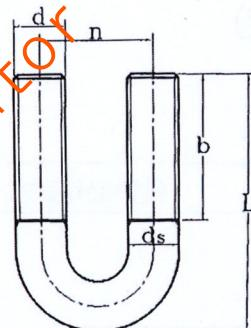

图2 U型螺栓示意图
| 3  | 螺钉 | 4. ①U型螺栓的磨损量不超过直径的 8%（如图 2, $d_S$ ），且符合强                          |